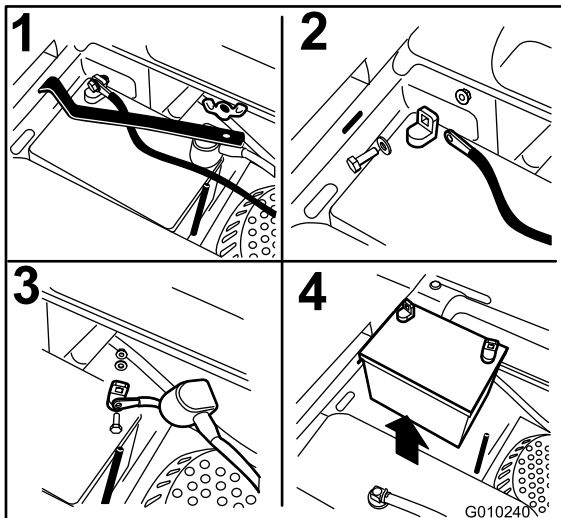

Figure 41
3. Retirez l'écrou à oreilles qui fixe la barrette de maintien de la batterie (Figure 41).
1. Placez la batterie dans son support en tournant les bornes à l'opposé du réservoir de carburant (Figure 41).
4. Fixez les câbles avec 2 boulons, 2 rondelles et 2 contre-écrous (Figure 41).
6. Reposez la barrette de maintien et fixez-la avec l'écrou à oreilles (Figure 41).
4. Déposez la barrette de maintien (Figure 41).
5. Commencez par débrancher le câble négatif (noir) de la borne négative (-) (noire) de la batterie (Figure 41).
6. Enlevez le capuchon rouge de la borne positive (rouge) de la batterie et débranchez le câble positif (+)(rouge) (Figure 41).